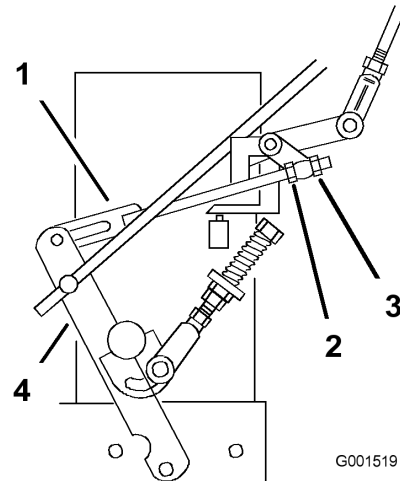

Figure 37
- Desserrez l'écrou de réglage avant sur la timonerie de commande hydraulique gauche, comme illustré à la Figure 37.
- Tournez l'écrou de réglage gauche dans le sens anti-horaire jusqu'à ce que la roue tourne en avant (Figure 37).
- Tournez l'écrou de réglage arrière dans le sens horaire 1/4 de tour à la fois. Déplacez ensuite le levier de changement de vitesse en avant et ramenez-le au point mort. Répétez cette opération jusqu'à ce que la roue gauche arrête de tourner en avant (Figure 37).